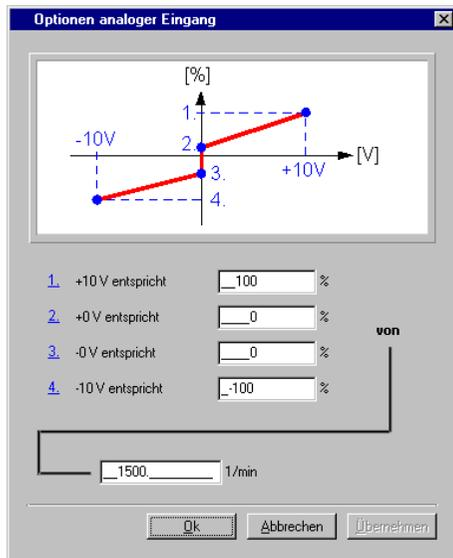

Bild 6.15 Optionen analoger Eingang ISA0 bei Einstellung PM10V
Abhängig von der Einstellung „Funktion“ stehen unterschiedliche Optionen bereit. In Bild 6.15 ist die Optionsmaske für die Einstellung des Funktionsselektors auf „PM10 V (40) = Analoger Sollwerteingang -10V ... +10V“ dargestellt“.